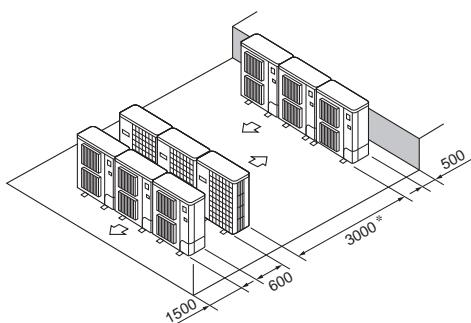

Fig. 2-14
⑥ Расположение приборов в нескольких горизонтальных рядах (Fig. 2-14)